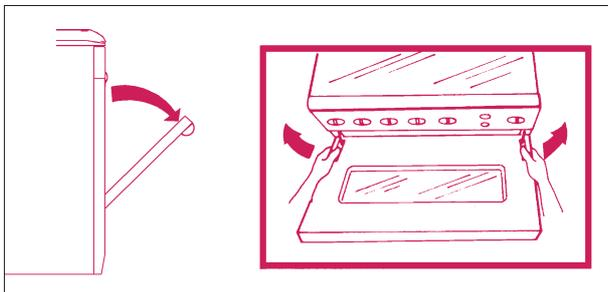

Fig.19
C. Levante a Porta a aproximadamente 45° (fig.19).
D. Desencaixe os mancais do Frontal do Forno, e retire a Porta por completo (fig.19).